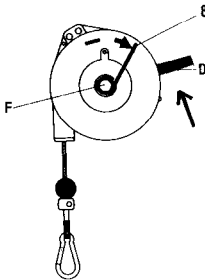

Fig. 4
- Når den er i drift må ikke kabelen trekkes ut i full lengde. Den må stoppe minst 50mm for den laveste grensen for bevegelsesdistansen. Om nødvendig justeres klemmen 13 for å begrense den oppdagående bevegelsesdistansen (Fig. 4).
- Durante o funcionamento, o cabo não deve desenrolar o seu comprimento total. Ele deve parar pelo menos 50mm antes do limite inferior do curso. Se necessário, ajuste a braçadeira 13 para limitar o curso ascendente (Fig 4).